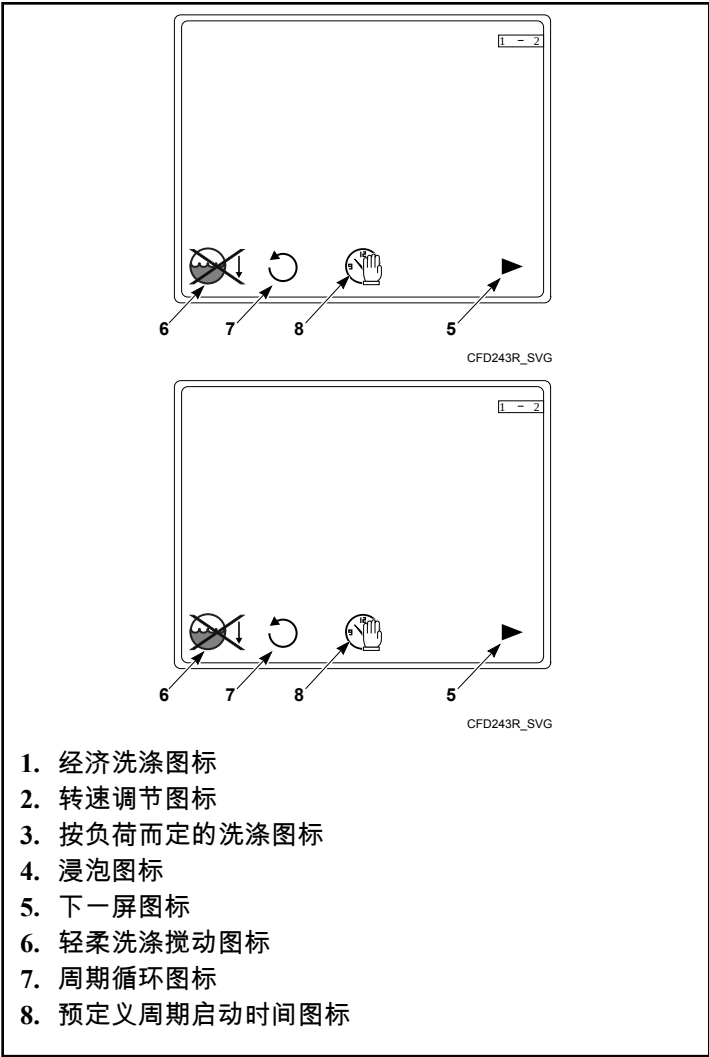
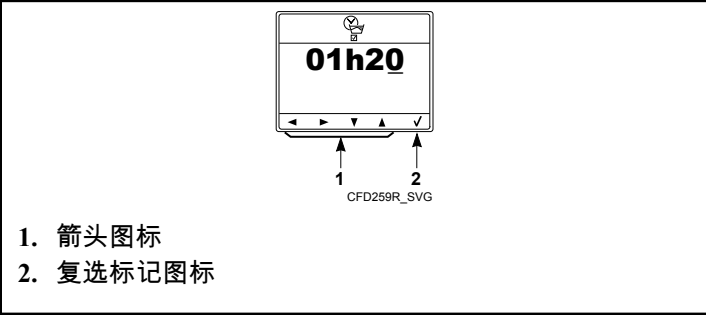
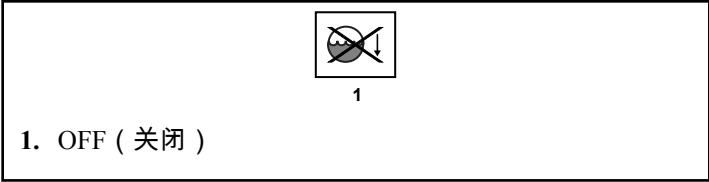
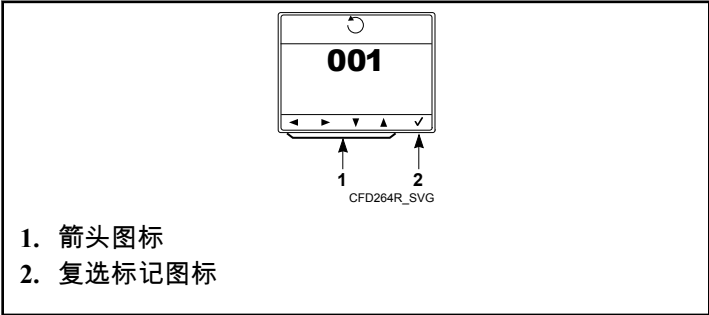

图 20
图 35
图 36
图 38
功能菜单将显示。参见图 20。
1. 按下按负荷而定的洗涤图标下方按键。参见图 20。显示按负荷而定的洗涤界面。参见图 27。
- 1. 按下浸泡图标下方按键。参见图 20。显示浸泡界面。参见图 32。
- 6. 如需调节浸泡时间，请按下浸泡时间图标下方按键。参见图 20。显示浸泡时间界面。参见图 35。
- 7. 按下箭头图标下方按键，调节浸泡时间。参见图 35。箭头图标复选标记图标按下左右箭头图标下方按键，选择一个数字。按下上下箭头图标下方按键，对所选数字进行调节。
8. 按下复选标记图标下方按钮，确认对浸泡时间所作调节。参见图 35。
1. 按下轻柔洗涤搅动图标下方按钮。参见图 20。该功能关闭后，图标上方将显示 "X"。该功能开启后，图标上方的 "X" 将消失，参见图 36。
1. 按下周期循环图标下方按钮。参见图 20。周期循环屏幕将显示。参见图 38。
2. 按下箭头图标下方按钮，调节循环周期编号。参见图 38。箭头图标复选标记图标按下左右箭头图标下方按钮，选择一个数字。按下上下箭头图标下方按钮，对所选数字进行调节。
3. 按下复选标记图标下方按钮，确认对循环周期编号所作调节。参见图 38。